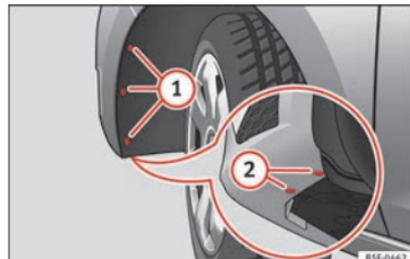

Fig. 214 Faro antiniebla: acceso al conector y al portalámparas.
- Retire los 3 tornillos ① » fig. 214 del interior del pasarrueda y los 2 tornillos inferiores ② » fig. 214 del parachoques, precisando para ello de un destornillador.